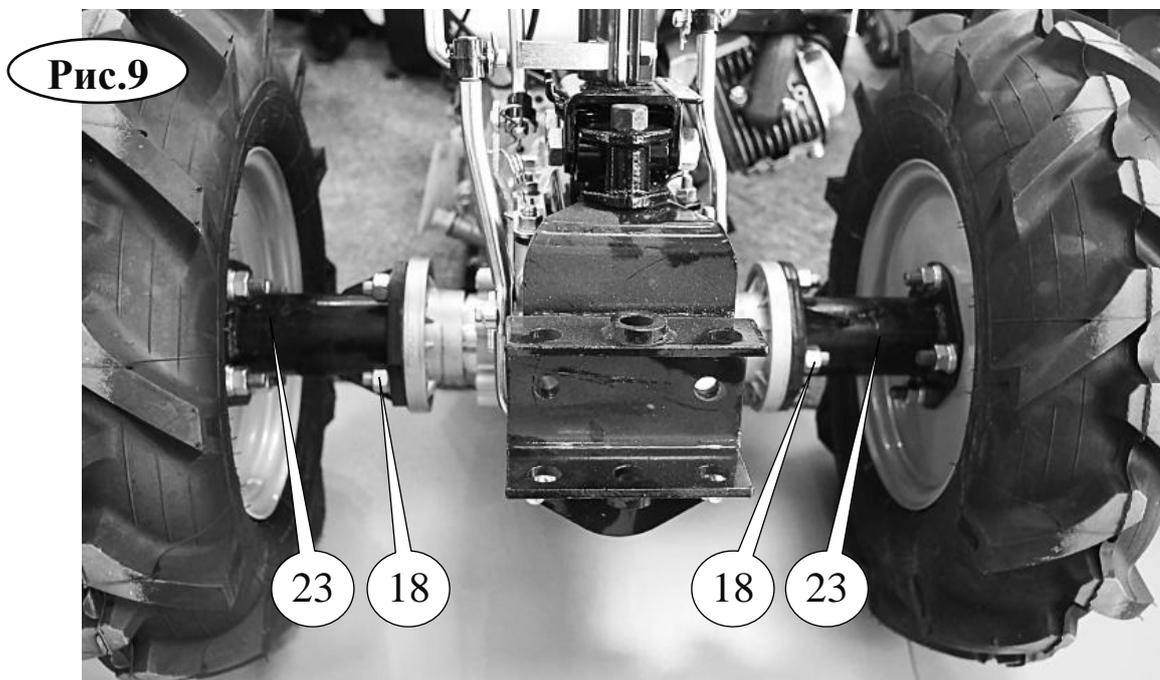

Рис.9
Для изменения колёсной базы в зависимости от выполняемых работ предусмотрены удлинители (23). Они устанавливаются на ступицы редуктора мотоблока как показано на **рис. 9** и фиксируются гайками (18). На удлинители устанавливаются колёса (грунтозацепы), которые имеют несимметричное расположение колёсного диска, что тоже позволяет изменять колею.